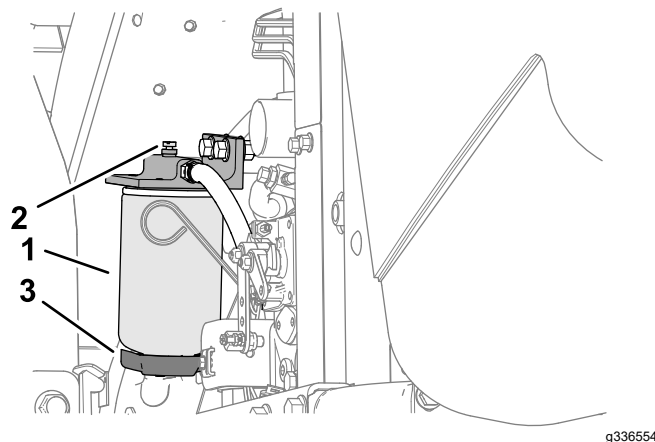

Figure 76
4. Desserrez le robinet de vidange au bas de la cartouche du filtre (Figure 76).
3. Nettoyez la surface autour des supports de la cartouche du filtre (Figure 76).